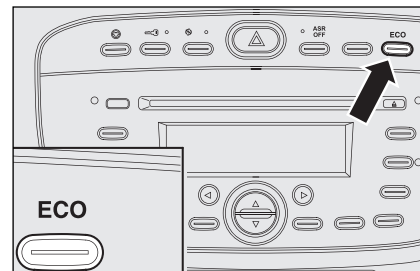

fig. 4
- ☐ de tweede methode is volledig automatisch (**AUTO**), waarbij het systeem beslist over het overschakelen. Bij deze methode kan de **ECO**-functie (Economy) worden gekozen om het verbruik te beperken. Druk voor het inschakelen van deze functie op knop **E-fig. 4**. Deze knop bevindt zich tussen de bedieningsknoppen op het dashboard. De versnellingen en de werking (**MANUAL** of **AUTO**) kunnen bij iedere snelheid worden gekozen met de versnellingspook.
De **ECO**-functie kan worden ingeschakeld door op knop **E**-fig. 4 te drukken. Deze knop bevindt zich tussen de bedieningsknoppen op het dashboard. Als deze functie is ingeschakeld, verschijnen op het instelbare multifunctionele display de ingeschakelde versnelling, het opschrift **AUTO** en de letter E (zie volgende paragraaf).